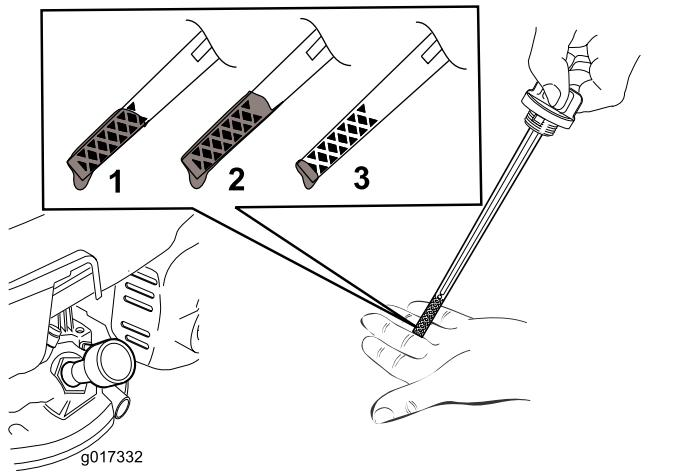

Figura 21
**Nota:** Llene el cárter con aceite hasta que la varilla indique que el nivel del aceite del motor es correcto, según se muestra en Figura 21. Si usted llena demasiado el motor, vacíe el exceso de aceite según se indica en el paso 5.